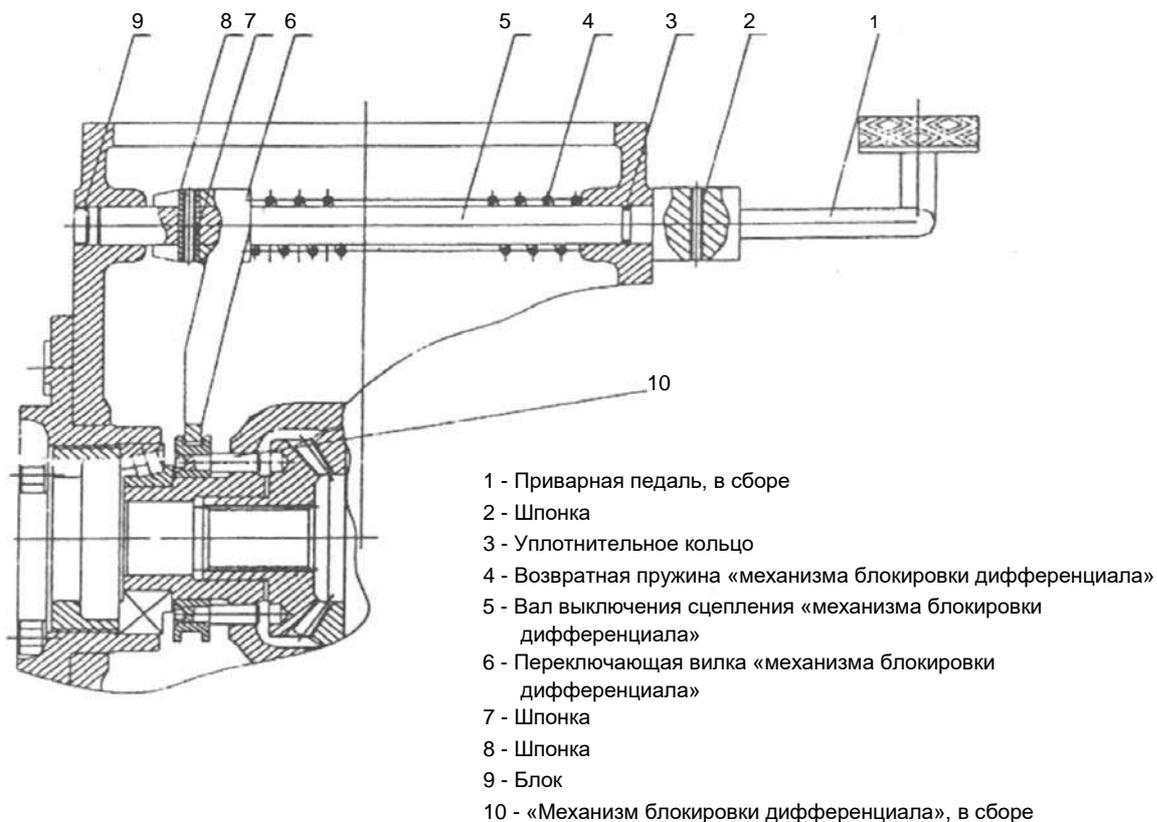

Рис. 6-7. Устройство управления «механизмом блокировки дифференциала»
Устройство управления «механизмом блокировки дифференциала» - находится в правой части трактора (Рис. 6-7). Оно состоит из «педали механизма блокировки дифференциала» (1), вала выключения сцепления (5), переключающей вилки (6), возвратной пружины (4), механизма блокировки дифференциала (10) и т.д.